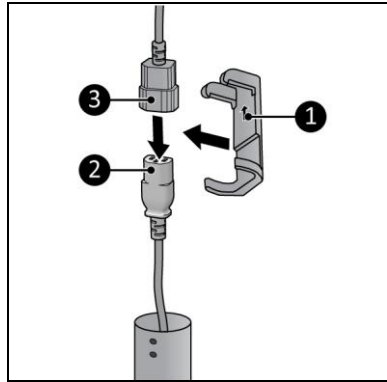

Figura 5
4. Conectați mufa-mamă (Figura 5, poziția 2) la conectorul cu fișe al reflectorului de încălzire (Figura 5, poziția 3).
5. Fixați acest conector cu ajutorul clemei (Figura 5, poz. 1). Asigurați-vă că săgeata este orientată spre reflectorul de încălzire.